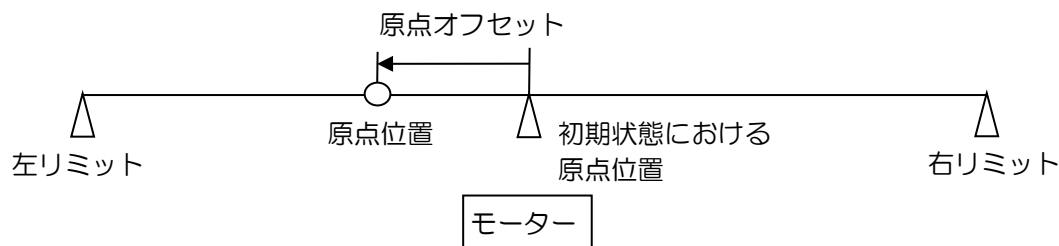

図 5.6.3
この方法は、上記の原点復帰方法 (3) にのみ適用できます。「原点オフセット」をゼロ以外の値に設定すると、ドライバーは図 5.6.3 に示すように、元の状態で求められた原点位置を「原点オフセット」の値として設定します。「原点オフセット」が正の場合、座標原点は元の状態の原点位置の左側になります。「原点オフセット」がマイナスの場合、原点は元の状態の原点位置の右側になります。